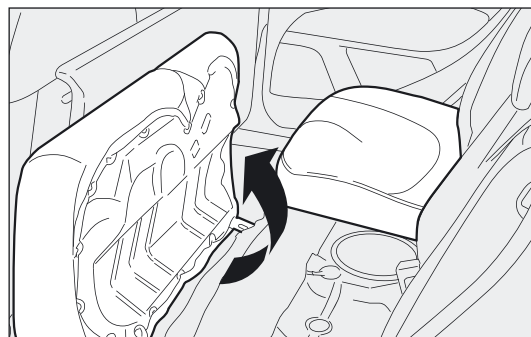

fig. 100
### Gedeeltelijk vergroten (1/3 of 2/3) fig. 100 (voor bepaalde uitvoeringen/markten)
- ☐ klap de zittingen naar voren in de richting van de pijl fig. 100;